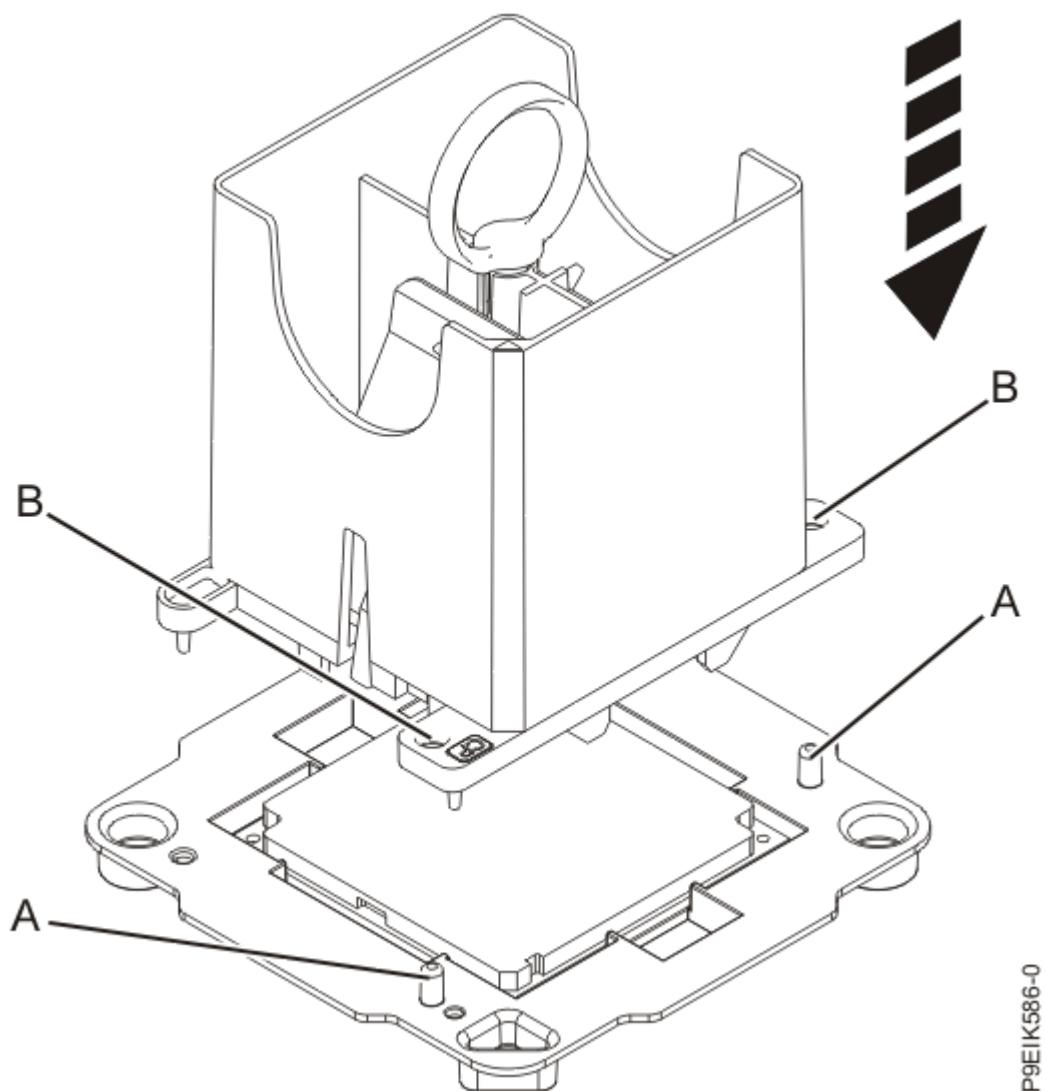

Abbildung 14. Ausbauwerkzeug auf das Systemprozessormodul herabsenken
- b) Senken Sie das Werkzeug über dem Systemprozessormodul ab (siehe Abbildung 14 auf Seite 17). Stellen Sie sicher, dass die Abschrägung des Werkzeugs an der Abschrägung des Systemprozessormoduls ausgerichtet ist. Stellen Sie sicher, dass die beiden Führungsstifte **(A)** auf jeder Seite des Werkzeugs in die für die Ausrichtung vorgesehenen Löcher **(B)** eingeführt werden.